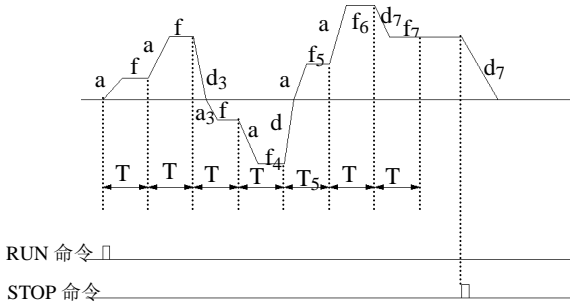

图 6-15 PLC 单循环后保持方式
**2：单循环后保持最终值.**如图 6-15，变频器完成一个循环后自动保持最后一段的运行频率、方向运行，直到有停机命令输入，变频器以设定的减速时间停机。